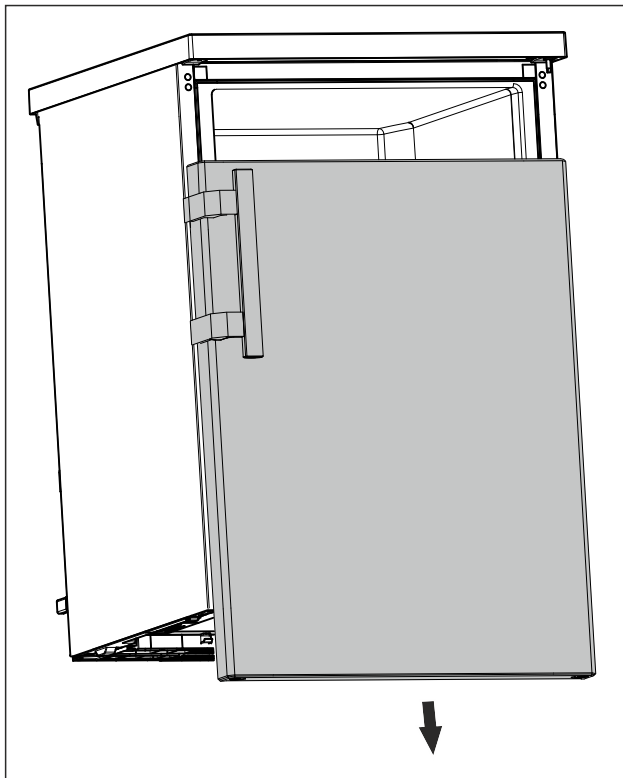

Fig. 8
- ▶ Retirer la porte vers le bas. (voir Fig. 8)